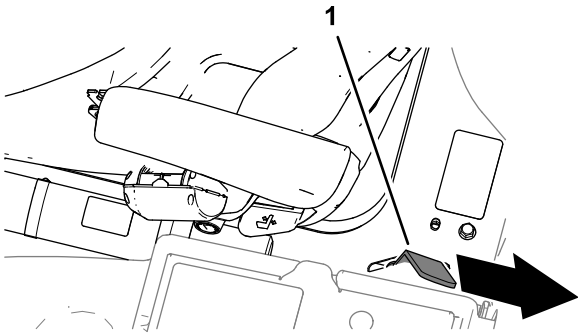

Bild 46
3. Senken Sie die Plattform vollständig ab und schieben Sie den Plattform-Riegelgriff zum Heck der Maschine, bis der Riegel ganz in der Sperrstange einrastet (**Bild 46**).